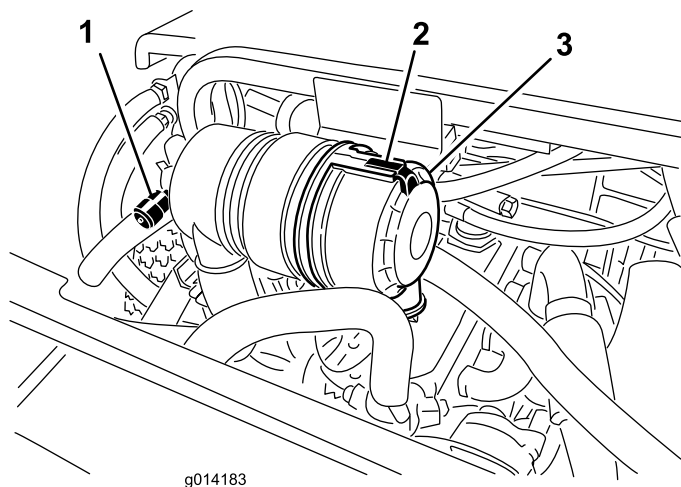

Figura 43
Faça a manutenção ao filtro de ar apenas quando o indicador de manutenção (Figura 43) o exigir. Mudar o filtro de ar antes de ser necessário apenas aumenta a possibilidade de entrar sujeidade no motor quando se retira o filtro.
1. Liberte o trinco que fixa a cobertura do filtro de ar ao respectivo corpo (Figura 43).